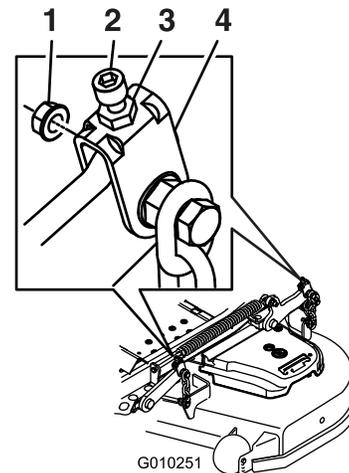

Figura 91
10. Si es necesario, afloje la tuerca "whizlock" del lateral de la horquilla y la contratuerca de la parte superior (Figura 91).
17. Gire el tornillo de ajuste hasta obtener una altura de 8.3 cm (3¼") (Figura 91).